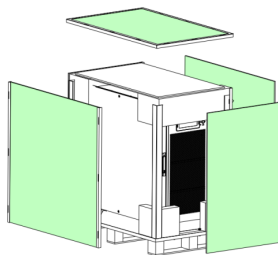

Рисунок 3.2. Удаление упаковочных материалов
3. Удалить упаковочные материалы (см. рис. 3.2).